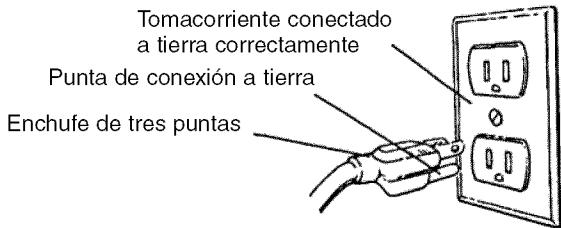

Figura 10 – Receptáculo de 3 Puntas
- La herramienta está equipada con un cordón de 3 conductores aprobado, con una capacidad de 150 V y con un enchufe tipo conexión a tierra de tres puntas (vea la Figura 10), para proteger al usuario contra los peligros de sacudidas eléctricas.
- El enchufe de conexión a tierra debe enchufarse directamente en un receptáculo tipo conexión a tierra de 3 puntas, instalando correctamente y conectado a tierra, tal como se muestra (Figura 10).